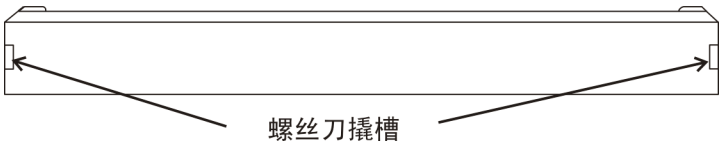

图 5-7. 室门下方的前盖板
2. 卸除室门下方的前盖板。盖板两端各有一个一字型螺丝刀小撬槽，可协助卸除盖板。请参阅图 5-7。